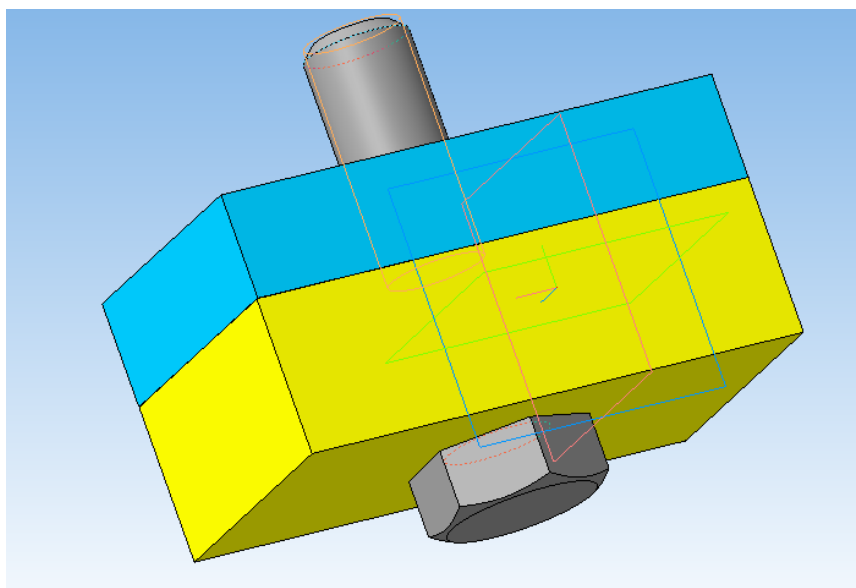

Рис. 3.6.11
5. Користуючись інструментами **Сопряжения** , вказати поверхню клацнувши на ній в отворі 2-х деталей та на поверхні стержня болта, вибрати на панелі інструментів **Соосность** . Вказати поверхню деталі «Основа» та поверхню головки болта, яка повинна співпадати із поверхнею деталі «Основа», вибрати **Совпадение объектов**  (рис. 3.6.11).